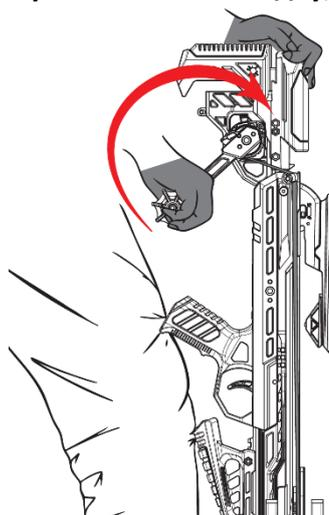
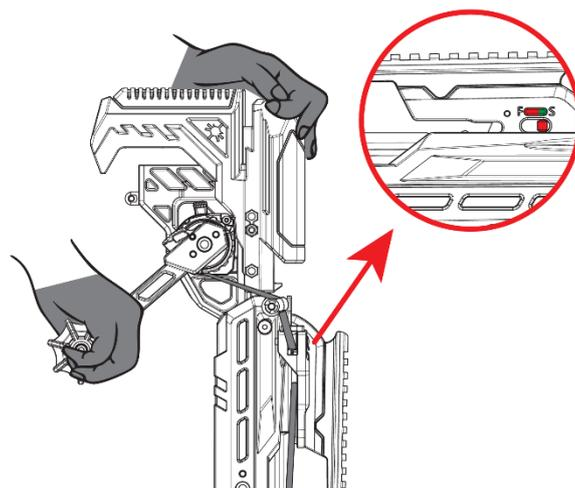

Рис.14
Рис.15
8. Для взведения тетивы крутите ручку по часовой стрелке до тех пор, пока взводная скоба не закрепит тетиву в спусковом механизме (Рис.14). Вы услышите характерный щелчок, а арбалет встанет на предохранитель (положение «S») (Рис.15).